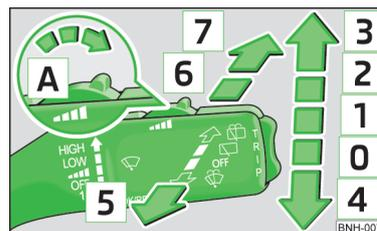

Fig. 28
- Si vous ne voulez essuyer que brièvement le pare-brise, poussez la manette dans la position auto-rabattue [4] » fig. 28.
- Levez la manette dans la position [1] » fig. 28.
- Levez la manette dans la position [2] » fig. 28.
➤ Levez la manette dans la position **3** » fig. 28.
- Tirez la manette vers le volant sur la position non fixe **5** » fig. 28, les lave-glace et les essuie-glace se mettent en marche.
➤ Écartez la manette du volant pour l'amener sur la position **6** » fig. 28 : l'essuie-glace balaie toutes les quelques secondes.
- Écartez la manette du volant pour la mettre sur la position non fixe **7** » fig. 28, l'essuie-glace et le lave-glace se mettent en marche.
➤ Ramenez la manette sur sa position de base **0** » fig. 28.
Lorsque les feux de croisement ou de route sont allumés et que le levier d'essuie-glace est amené sur la position **5** » fig. 28, les phares sont brièvement arrosés. Les phares sont lavés tous les dix arrosages du pare-brise.
- Poussez la manette des essuie-glace dans la position **4** » fig. 28 » page 39 : les bras d'essuie-glace se déplacent dans la position d'entretien.
- Mettez le contact et poussez la manette des essuie-glace en position **4** » fig. 28 » page 39 : les bras d'essuie-glace se déplacent dans leur position de base.